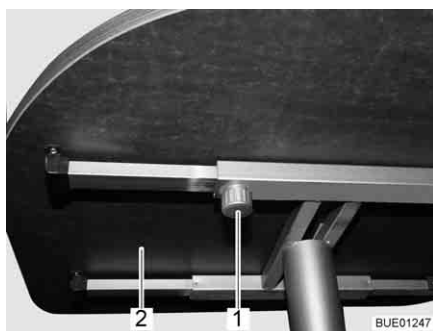

Fig. 79 Tavolo fisso
- Svitare la vite a testa cilindrica zigrinata (Fig. 79,1).
- Spingere il piano del tavolo (Fig. 79,2) nella posizione desiderata.